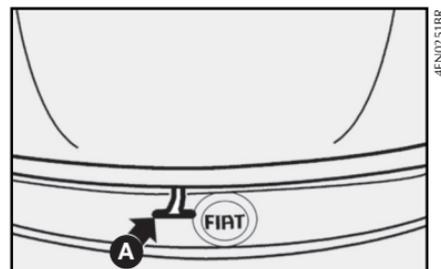

fig. 109
- 2) Levante la traba A-**fig. 109**;